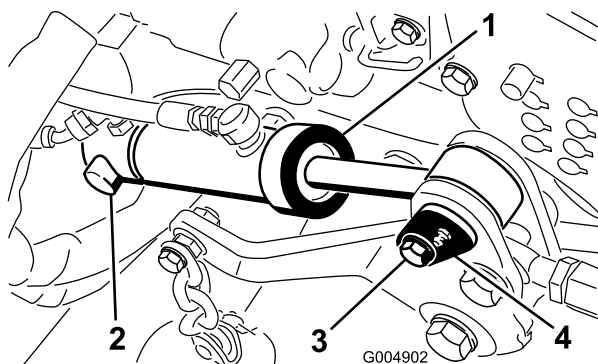

Figura 36
9. Retire o anel de retenção que fixa a traseira do cilindro de elevação da plataforma ao pino de articulação (Figura 36).
10. Retire o parafuso que fixa o pino de articulação do cilindro dianteiro à estrutura do cortador (Figura 36).